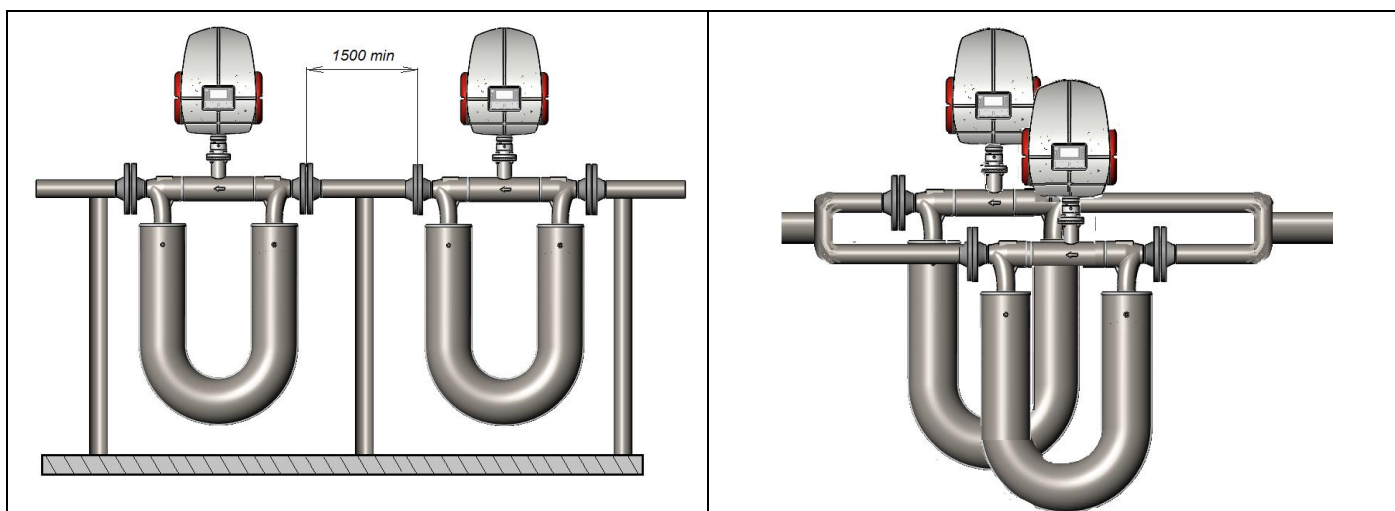

Рисунок 6 – последовательный и параллельный монтаж расходомеров
2.2.7 Высокий уровень устойчивости к помехам позволяет осуществлять монтаж нескольких расходомеров на расстоянии не менее 1,5 м от друг друга. Расходомеры допускается устанавливать как последовательно, так и параллельно, см. Рисунок 6.